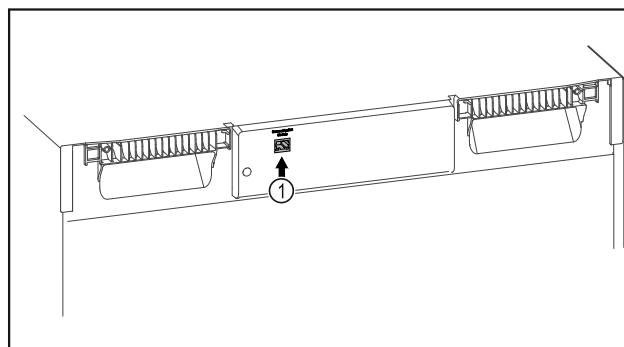

Fig. 85
- ❑ A SmartModule Fig. 85 (1) be van helyezve.